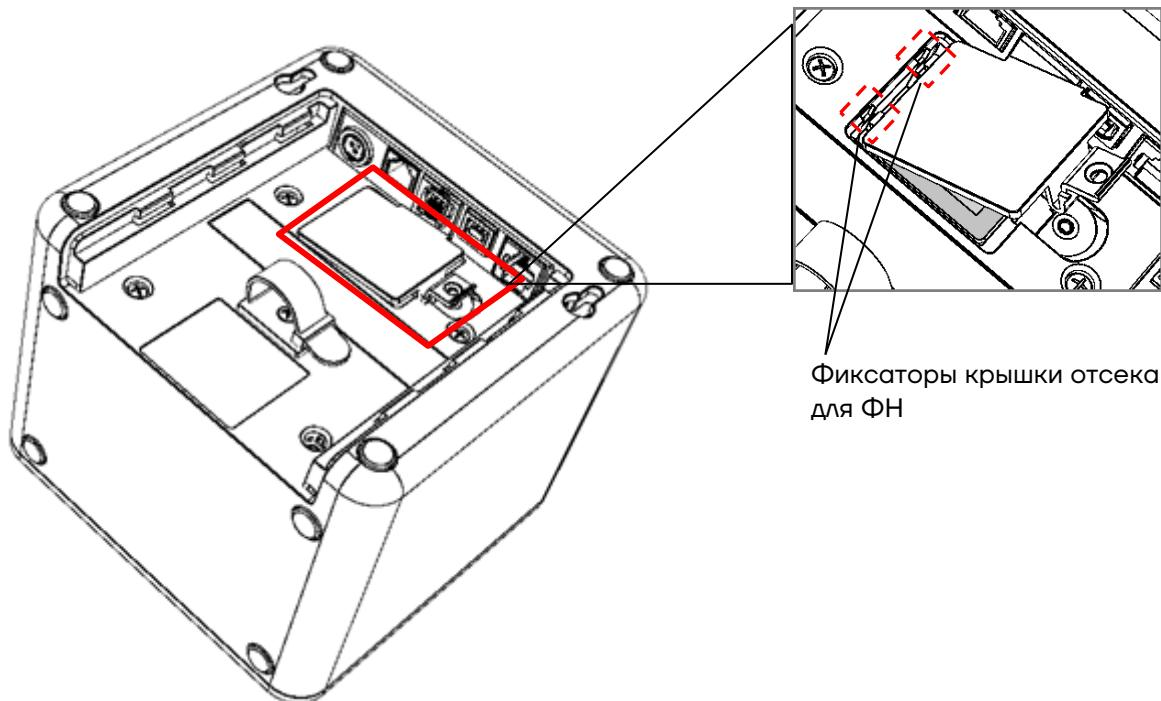

Рисунок 7. Установка крышки отсека для ФН
**13** Установить крышку отсека для ФН (см. рисунок 7), вкрутить винт крепления.